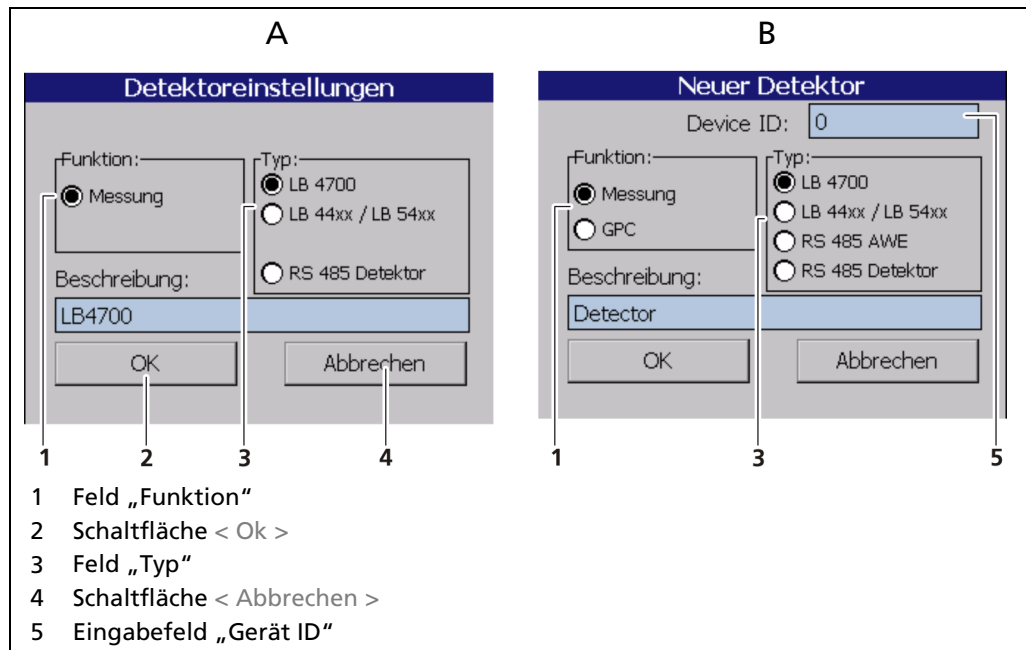

Abb. 54 Detektoreinstellungen
3. Wählen Sie für jeden Detektor die entsprechende Funktion aus (Abb. 54).